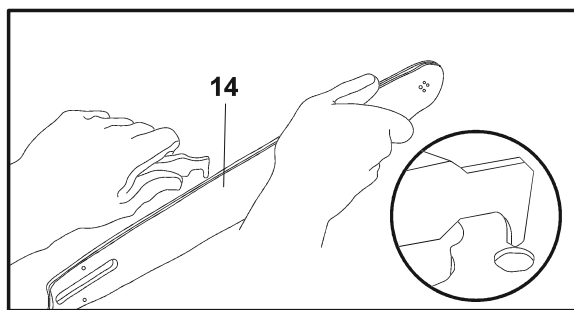

Fig. 63
3. Verifique a roda dentada de acionamento (23). Se estiver desgastada ou danificada devido a sobrecarga, solicite a substituição junto de um agente de assistência autorizado.
4. Limpe os resíduos das calhas da guia (14) utilizando uma chave de parafusos, uma espátula, uma escova de arame ou outra ferramenta semelhante. Isto irá manter as passagens de óleo abertas para fornecer a lubrificação adequada à guia (14) e à corrente (15) (Fig. 63).